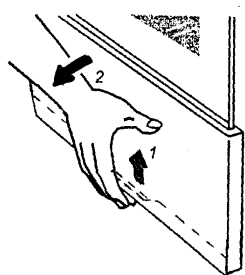

Figura 10
- Pentru deschiderea ușii ridicăți-o în sus (mișcarea nr. 1), ținându-o de adâncitura specială din partea de jos, și aplecați-o către Dvs. (mișcarea nr. 2), vezi Figura 10